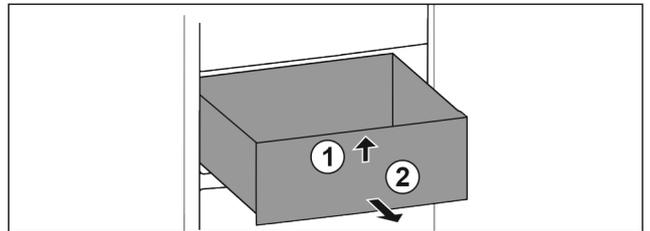

Fig. 29
- ▶ Sollevare il cassetto dal davanti. Fig. 29 (1)
- ▶ Rimuovere il cassetto tirandolo in avanti. Fig. 29 (2)